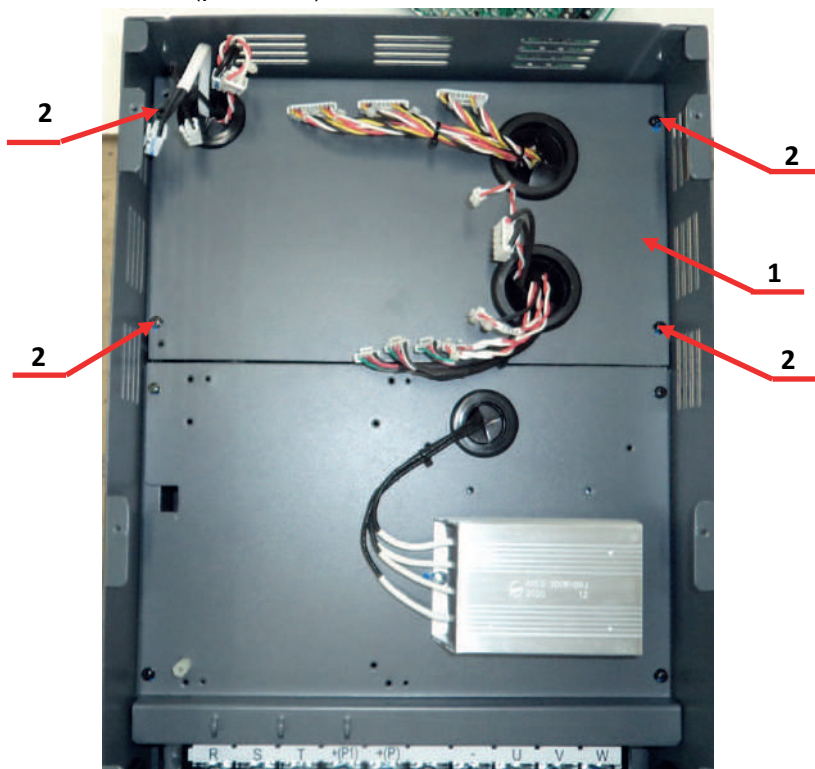

Рис.7.35
7.12.3. Установить **монтажную панель 2** поз.1 в корпус преобразователя частоты и закрепить её винтами поз.2 (рис.7.35).